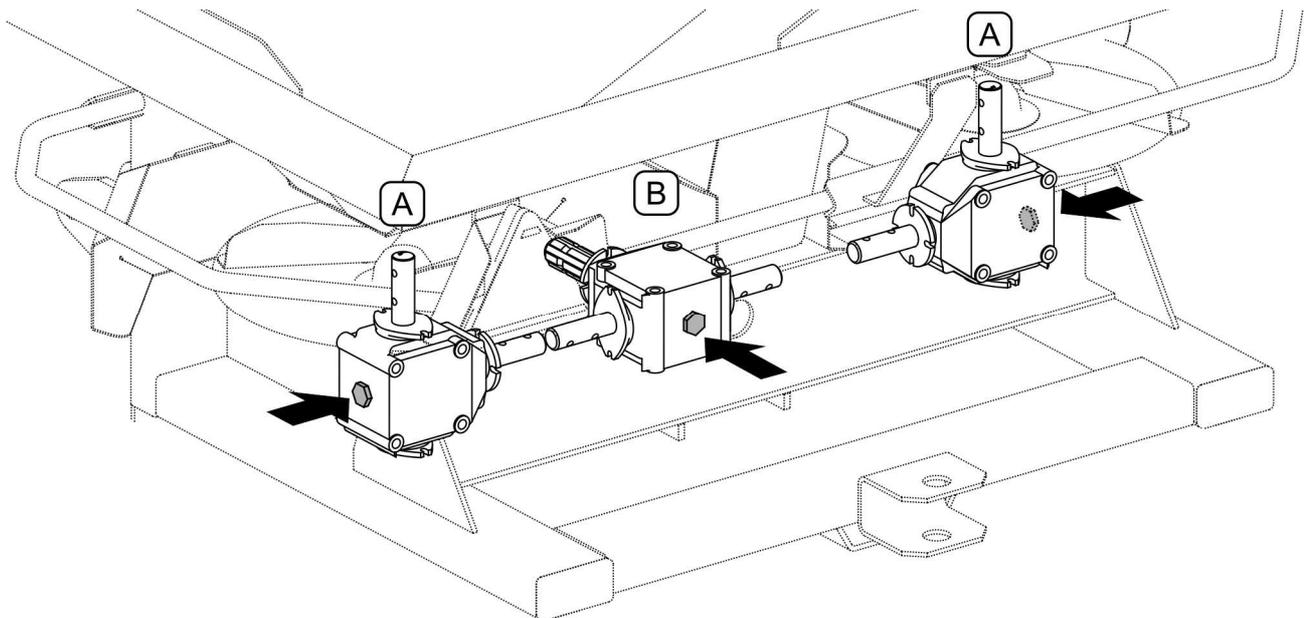

РИСУНОК 5.1 Положение контрольных пробок в угловых передачах
Контрольные пробки боковых передач (A) располагаются с правой и с левой стороны разбрасывателя, а контрольная пробка центральной передачи (B) - в задней части разбрасывателя (РИСУНОК 5.1).
- установить машину в горизонтальное положение, отвинтить пробки (РИСУНОК 5.1)